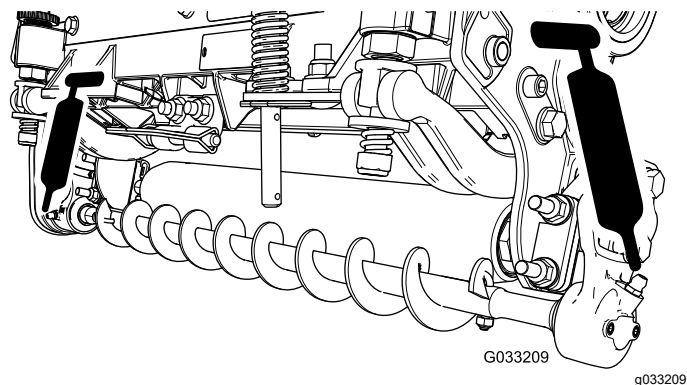

Figura 16
4. Lubrificate i raccordi d'ingrassaggio su ogni alloggiamento del cuscinetto della spazzola per rullo utilizzando grasso a base di litio n. 2 (Figura 16).